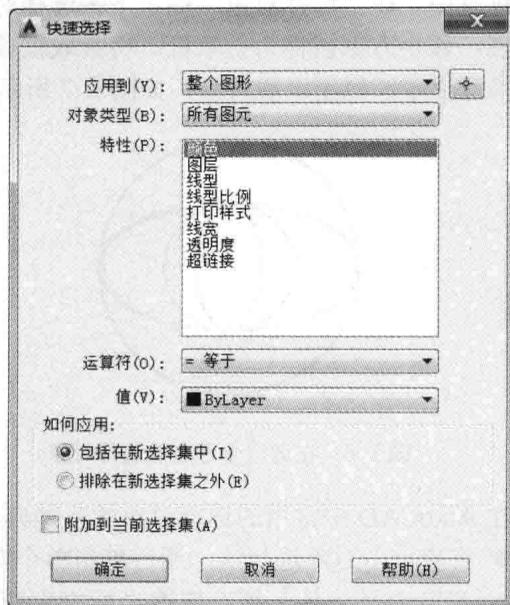

图 1-9 “快速选择”对话框
- 使用 QSELECT 命令根据过滤条件创建选择集：在命令窗口的“输入命令”提示下输入“QSELECT”并按〈Enter〉键，或者在功能区“默认”选项卡的“实用工具”面板中单击“快速选择”按钮 ，弹出图 1-9 所示的“快速选择”对话框。分别利用该对话框的“应用到”下拉列表框、“对象类型”下拉列表框、“特性”列表框、“运算符”下拉列表框、“值”下拉列表框和“如何应用”选项组来指定组合的选择过滤条件，以根据该过滤条件从整个图形创建选择集，或者将过滤条件应用于用户指定的对象集（需要单击位于“应用到”下拉列表框右侧的“选择对象”按